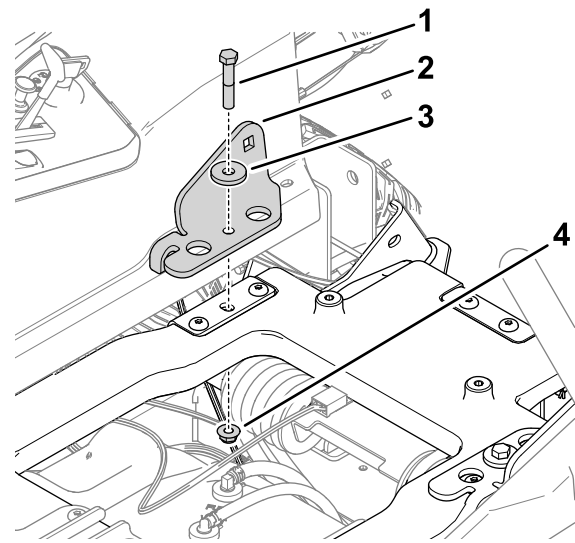

Figura 7
- Instale os suportes do cinto de segurança na plataforma do assento com 2 parafusos de rosca parcial ($\frac{3}{8}$ x 2 pol.), 2 anilhas e 2 porcas de bloqueio ($\frac{3}{8}$ pol.), conforme mostrado na Figura 7. Repita no outro lado.